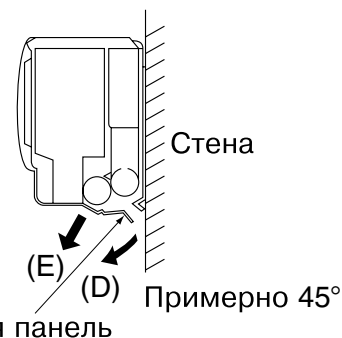

Рис. 8
- После отделения боковых панелей поверните нижнюю панель вниз (D) примерно на 45° и вытяните ее наружу (E). **(См. рис. 8)**